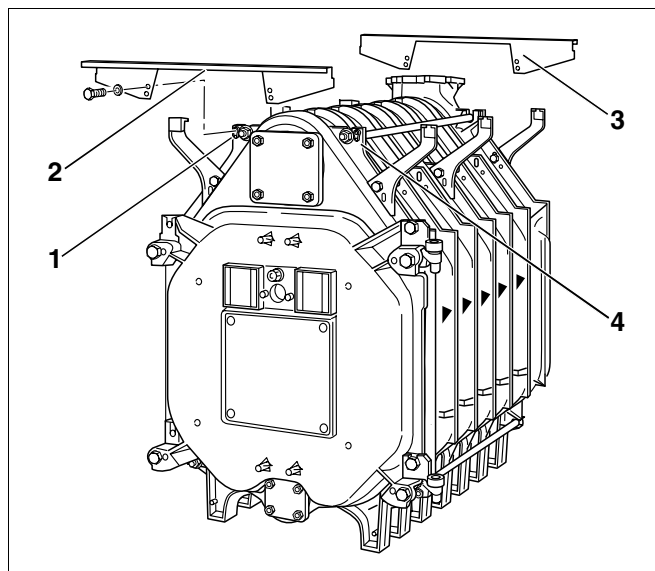

Рис. 37 Установка поперечных траверс
- Установить поперечную траверсу (рис. 37, поз. 2) спереди сверху на литом выступе (рис. 37, поз. 1 и 4) и закрепить вручную болтами (M8 x 16). Отбортовка передней траверсы должна быть направлена вперед
- Установить поперечную траверсу (рис. 37, поз. 3) вверху сзади на литом выступе и закрепить болтами (M8 x 16). Отбортовка задней траверсы должна быть направлена назад.